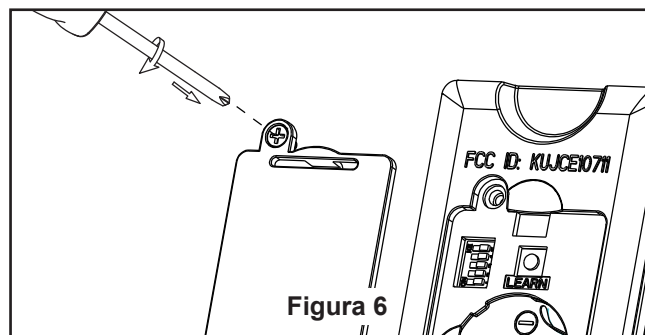

Figura 6
8. Vuelva a colocar la cubierta de la batería en el mando a distancia con un tornillo retirados previamente. (Figura 6)